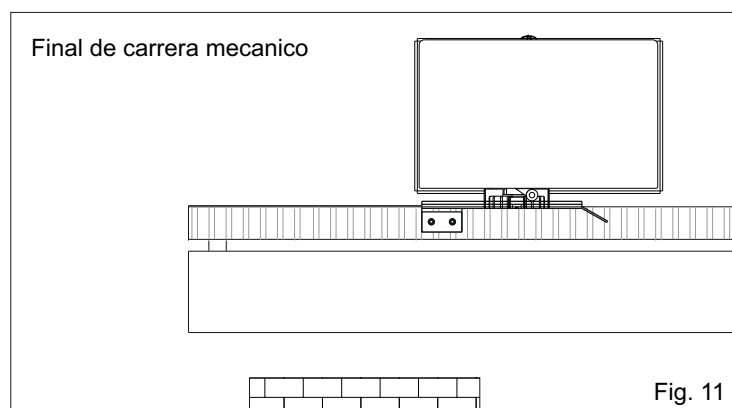

Fig. 11
- Posicionar la plaquita sobre la cremallera de manera que se accione la manecilla del fin de carrera mecánico, (Fig. 11) y fijarla en ella con los tornillos en equipamiento.